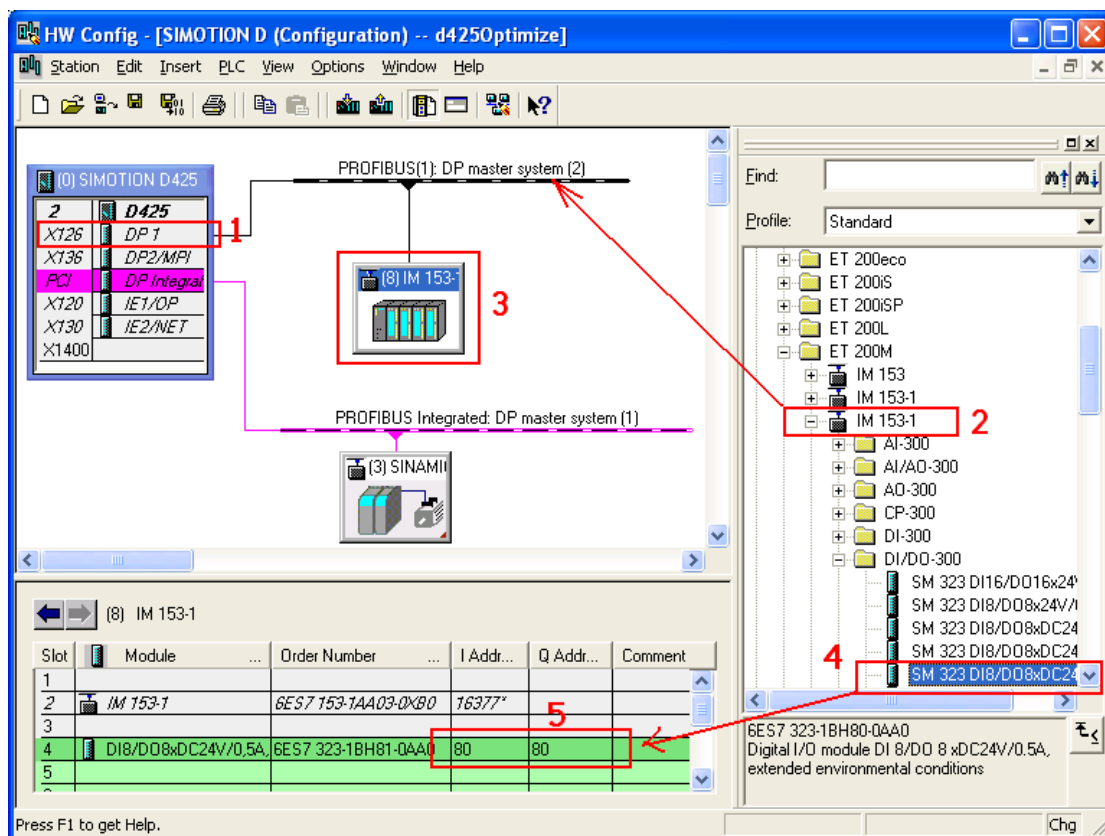

图 5.68 配置 ET200M
2. 参考图 5.68 在硬件组态中配置 ET200M 模块